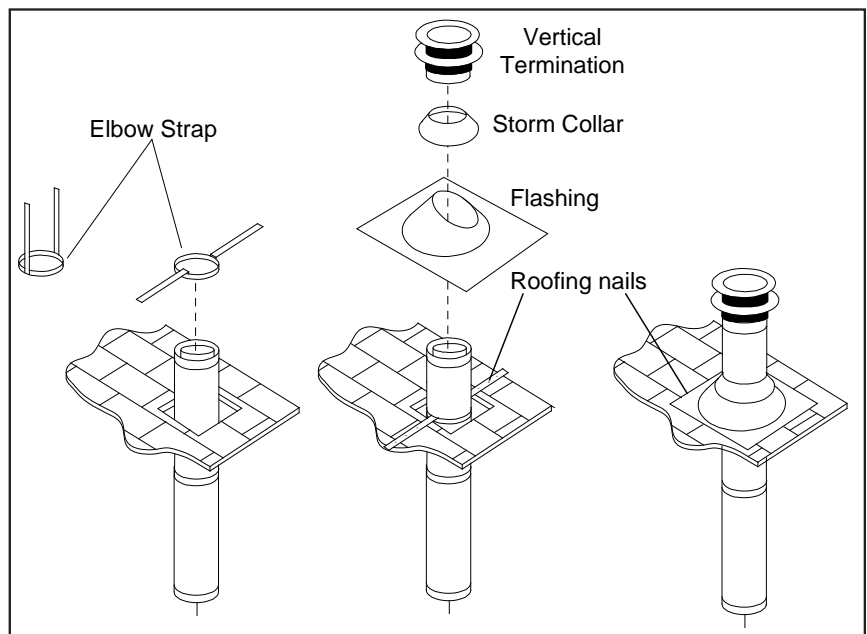

Figure 37: Terminaison de ventilation verticale
ÉTAPE 6. Une fois les sections de tuyau assemblées et passées dans le trou du toit, glissez une sangle coudée sur les sections exposées, pliez les sangles de support vers l'extérieur et poussez la sangle coudée vers le bas jusqu'au niveau du toit, comme illustré à la figure 37. Serrez la pince autour de la section de tuyau. Utilisez un niveau pour vous assurer que le tuyau est bien vertical. Avec des clous de toiture, fixez les sangles de support au toit. Scellez les têtes des trous des clous avec du mastic non durcissant. Coupez la longueur excédentaire des sangles de support qui dépassent du bord du solin.